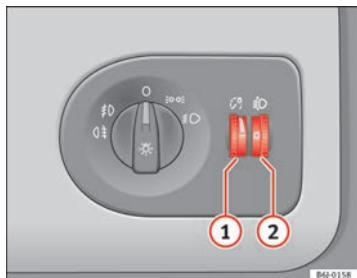

Abb. 52 In der Instrumententafel: Regler für die Instrumenten-/Schalterbeleuchtung und Leuchtweitenregulierung
Bei eingeschaltetem Licht lässt sich die Helligkeit der Instrumenten- und Schalterbeleuchtung durch Drehen des Rändelrades ⇒ Abb. 52 ① stufenlos regulieren.